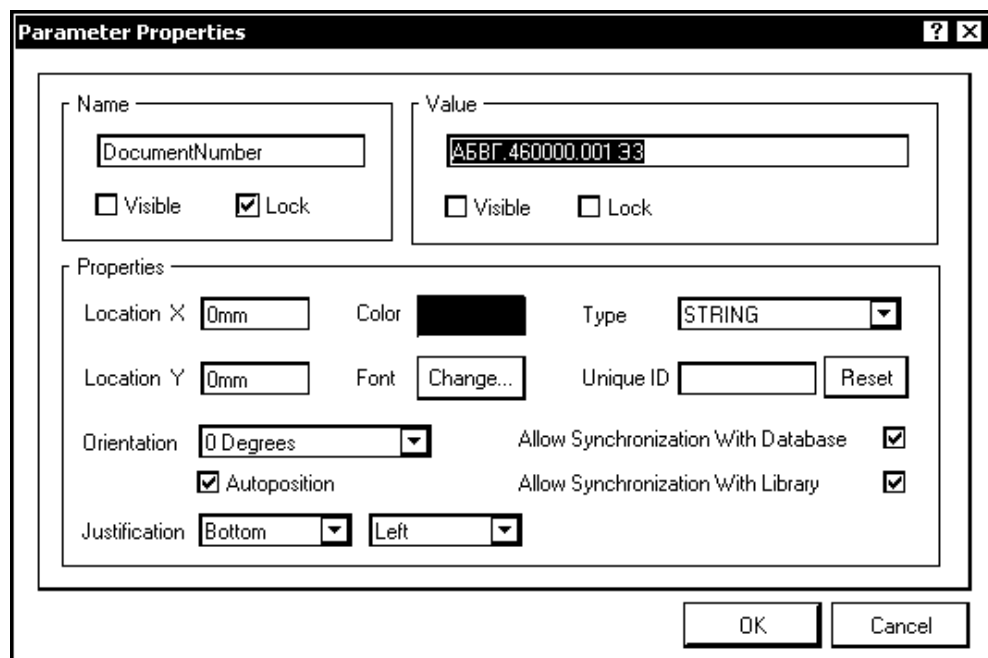

Рис. 3.3. Окно редактирования реквизитов документа
4. По очереди выбрать в списке параметров (реквизитов документа) необходимые реквизиты документа и для каждого двойным щелчком левой кнопки мыши на пустом поле колонки **Value** открыть диалог редактирования свойств реквизита — **Parameter Properties** (рис. 3.3).